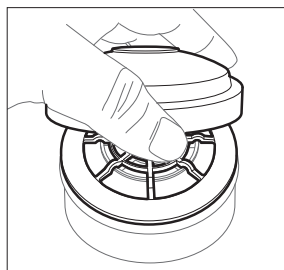

Figure 4
- c. Fixez l'assemblage du filtre sur la cartouche. (Figure 4).